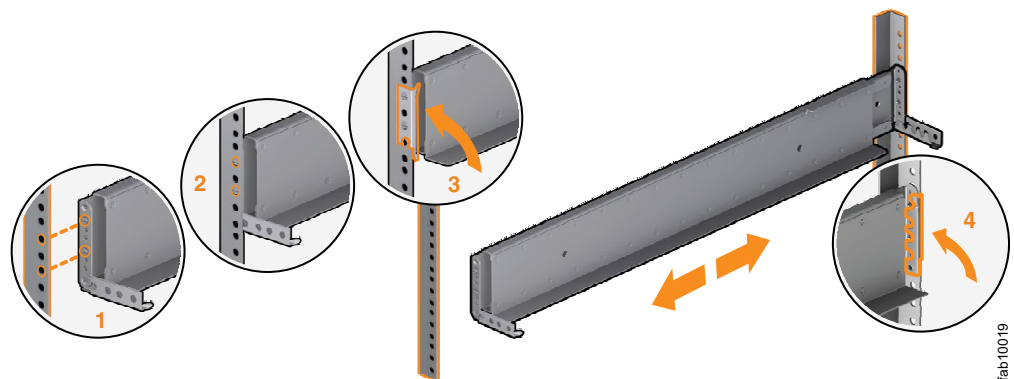

Abbildung 36. Scharnierhalterungen schließen
9. Schließen Sie die hintere Scharnierhalterung, um die Schiene am Flansch des Rackschranks zu befestigen. (Siehe Abb. 36.)
11. Schließen Sie die vordere Scharnierhalterung, um die Schiene am Flansch des Rackschranks zu befestigen. (Siehe Abb. 36.)